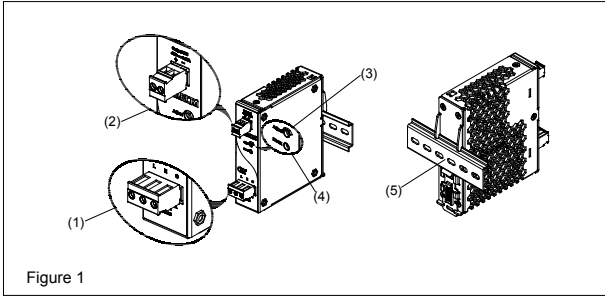
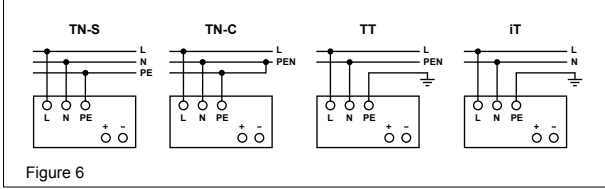

Figure 1
Figure 6
2. Gerätebeschreibung (Abb. 1)
5.1. Anschluss der Eingangsklemmen (Abb. 1 (1), Abb. 6)
5.2. Anschluss der Ausgangsklemmen (Abb. 1 (2))
Verwenden Sie die Schraubklemmen „+“ und „-“, um den 48Vdc-Anschluss herzustellen. Am Ausgang stehen 48Vdc zur Verfügung. Die Ausgangsspannung kann am Potentiometer zwischen 48 und 56Vdc eingestellt werden. Die grüne LED „DC OK“ zeigt die korrekte Funktion des Ausgangs an (Abb. 1 (4)). Das Gerät verfügt über einen Kurzschluss-, Überlast- und Überspannungsschutz, der auf >57Vdc begrenzt ist.